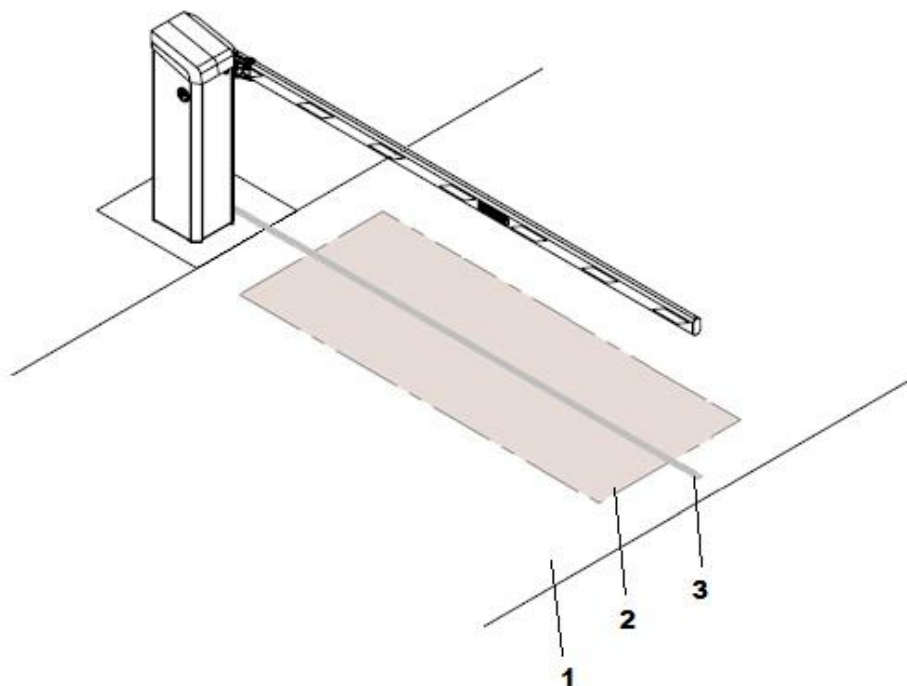

Fig. 15: Exemplo de disposição de um laço indutivo para modo carro, aqui para cancela do tipo "Access Pro H"
- A distância entre o laço indutivo e o canto da rodovia deve ser de aproximadamente 300 a 500 mm. → Consultar também Fig. 15.